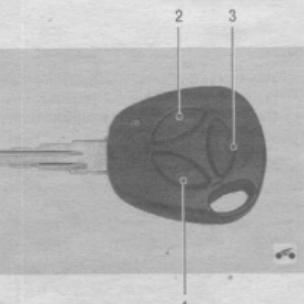

Рис. 11.15. Пульт дистанционного управления: 1 – кнопка блокировки; 2 – кнопка разблокировки; 3 – кнопка разблокировки двери задка
Блокировка замков дверей и включение режима охраны с пульта дистанционного управления. Для того чтобы заблокировать двери автомобиля с пульта дистанционного управления без включения режима охраны, нажмите два раза или удерживайте некоторое время в нажатом состоянии кнопку 1 блокировки (см. рис. 11.15). Двери автомобиля заблокируются без включения режима охраны, а указатели поворота мигнут три раза.
ровать все двери автомобиля, нажмите кнопку 1 (рис. 11.15) на пульте управления. Замки дверей заблокируются, одновременно включится режим охраны, указатели поворота мигнут один раз, а контрольная лампа 16 иммобилайзера (см. рис. 1.10) переходит в режим медленного мигания.
**Блокировка замков с пульта дистанционного управления без включения режима охраны.** Для того чтобы заблокировать двери автомобиля с пульта дистанционного управления без включения режима охраны, нажмите два раза или удерживайте некоторое время в нажатом состоянии кнопку 1 блокировки (см. рис. 11.15). Двери автомобиля заблокируются без включения режима охраны, а указатели поворота мигнут три раза.
**Разблокировка замков дверей и выключение режима охраны с пульта дистанционного управления.** Для того чтобы разблокировать замок двери водителя и выключить режим охраны с пульта дистанционного управления, нажмите кнопку 2 (см. рис. 11.15) разблокировки на пульте. Указатели поворота мигнут два раза, режим охраны выключается и разблокируется только дверь водителя.
Разблокировка замка двери задка пультом дистанционного управления. Для разблокировки двери задка нажмите два раза или удерживайте кнопку 3 (см. рис. 11.15) пульта дистанционного управления.